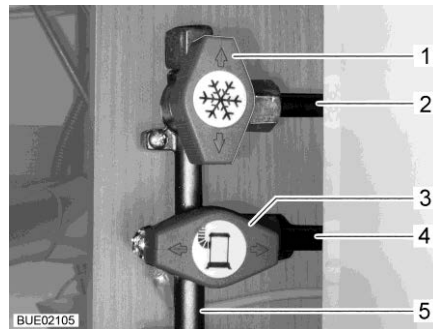

Bild 180 Läge Gasavstängningsventiler (exempel)
- Ställ gasavstängningsventilen för respektive gasapparat parallellt (Bild 180,3) med den ledning (Bild 180,4) som går till gasapparaten.
- Ställ gasavstängningsventilen för respektive gasapparat tvärs (Bild 180,1) mot den ledning (Bild 180,2) som går till gasapparaten.